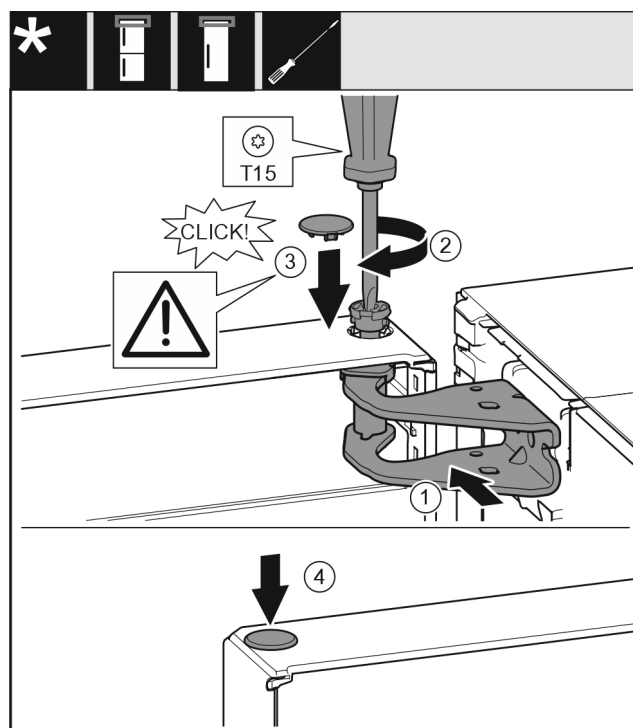

Fig. 22
- ▶ Tür oben zur Öffnung im Lagerbock ausrichten. Fig. 22 (1)
- ▶ Bolzen einsetzen und mit Schraubendreher T15 festschrauben. Fig. 22 (2)
- ▶ Sicherungsabdeckung zur Sicherung der Tür montieren: Sicherungsabdeckung einsetzen und Kontrollieren ob sie auf der Tür aufliegt. Ansonsten Bolzen vollständig einsetzen. Fig. 22 (3)
- ▶ Stopfen einsetzen. Fig. 22 (4)